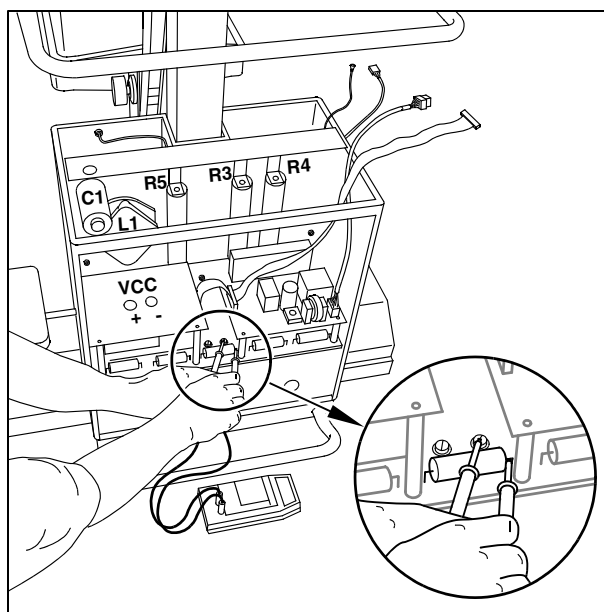

Fig. 1
- In jedem Fall ist die tatsächlich vorhandene Spannung mit dem DVM an den Meßpunkten -VCC und + VCC auf der Wechselrichterplatine D 960 oder (besser zugänglich) auf der Kondensatorplatine D 970 am Anschlußpunkt + des Kondensators C3 und an der rechten Seite der Sicherung F3 zu messen (siehe Fig. 1).